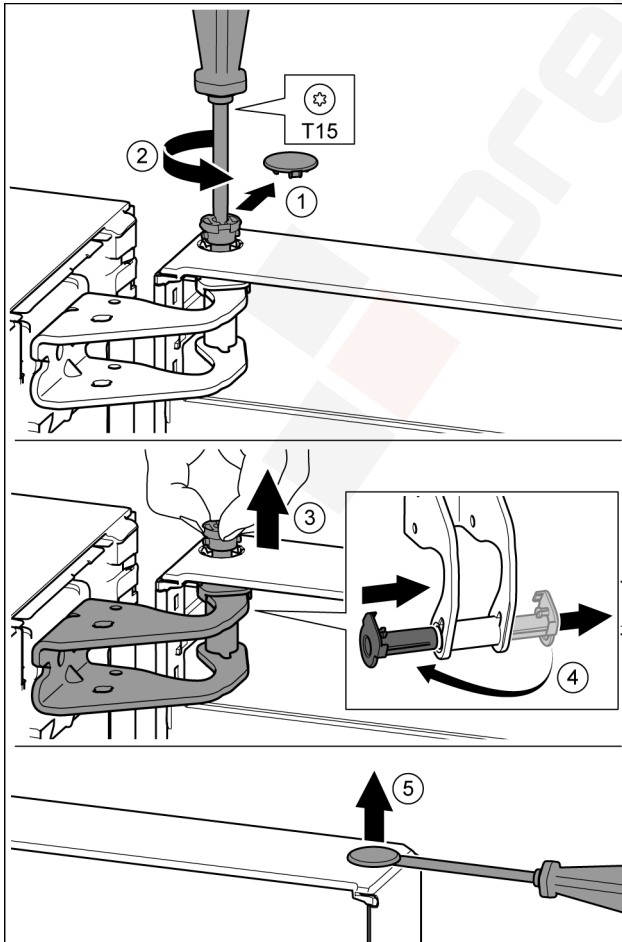

Fig. 8
- Óvatosan húzza le a biztonsági fedelet. Fig. 8 (1)
- A csapot a T15 csavarhúzóval kicsit tekerje ki. Fig. 8 (2)
- Tartsa meg az ajtót, és a csapszeget az ujjával húzza ki. Fig. 8 (3)
- Húzza ki a csapágyperselyt a vezetősinből. A másik oldalra helyezze és pattintsa be. Fig. 8 (4)
- A dugót egy hornyoltfejű csavarhúzóval óvatosan emelje ki az ajtó csapágyperselyből, és húzza ki. Fig. 8 (5)